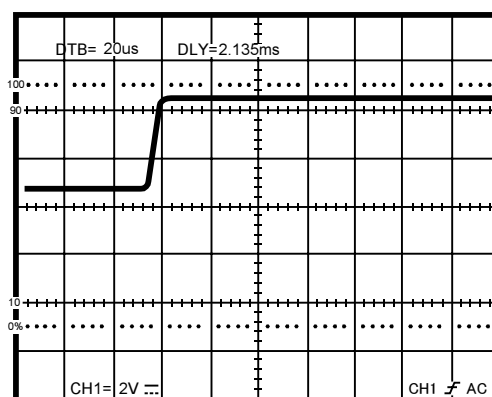

図 5-10 遅延掃引(DELAY)表示モード
4. (8)CH1 POSITION ツマミにより、MAIN と DELAY の波形の垂直軸方向への位置調整が同時にできます。また、DELAY の波形のみ垂直軸方向への位置調整をする場合は、(10)TRACE SEP ボタンを押すと、「SEP」ランプが点灯し、(9)CH2 POSITION ツマミにより調整が可能となります。
5. (21)MAIN/ALT/DELAY ボタンを「DELAY」に設定すると、図 5-10 に示すように、DELAY の拡大された波形のみが表示されます。